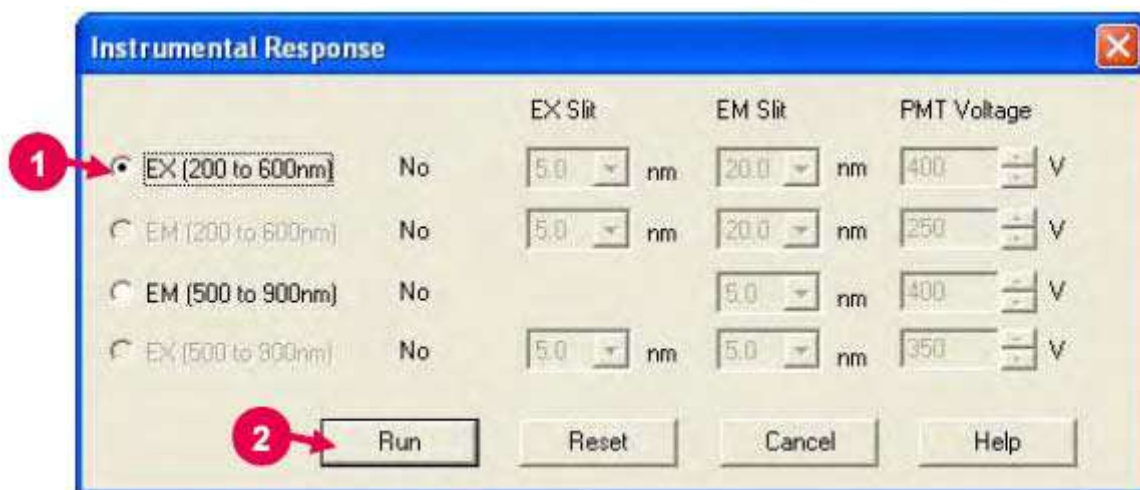
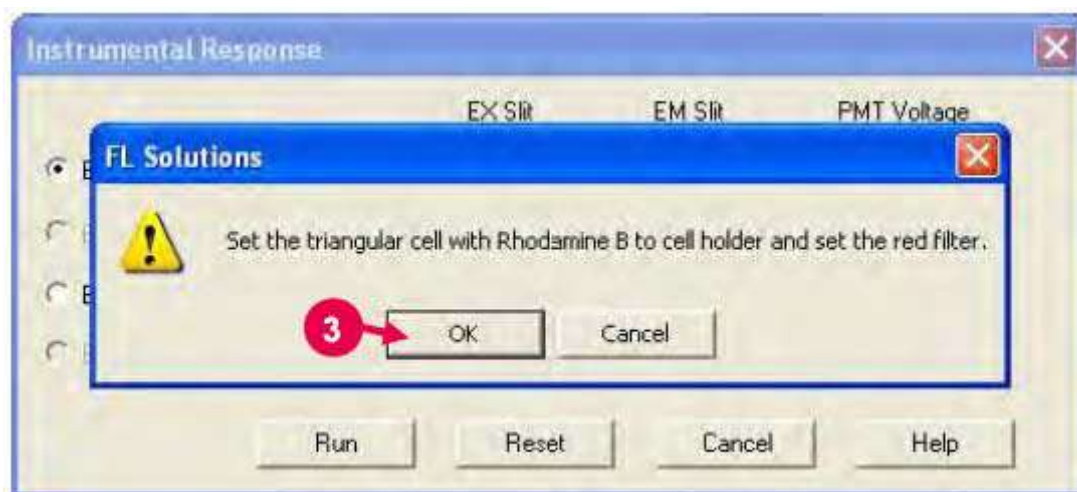

Рис. F-4
Рис. F-5
- (7) Выполните команду «Реакция прибора», находящуюся в меню «Утилиты». При этом откроется окно, показанное на рис. F-4. Выберите «EX [200 до 600 нм]». (Смотрите (1) на рис. F-4).
- (8) Нажмите кнопку «Запуск» (Run). (Смотрите (2) на рис. F-4). При этом появится окно сообщения «Установите треугольную кюветку с родамином В в держатель кюветки и установите красный фильтр» (Set the triangular cell with Rhodamine B to cell holder and set the red filter). После установки родамина В и красного фильтра нажмите кнопку «ОК». (Смотрите (3) на рис. F-5).